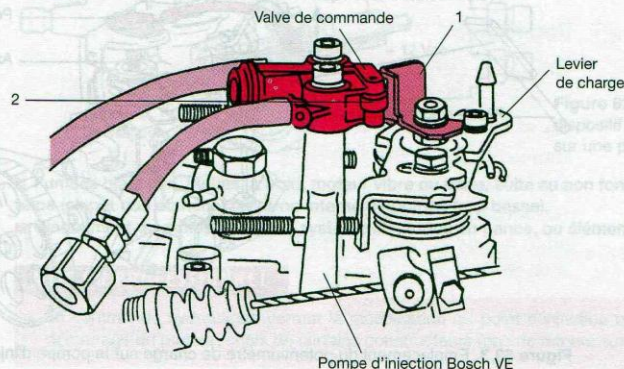

Figure 63.5. Valve de commande à dépression sur pompe distributrice Bosch type « VE » (Doc. Bosch)
- Levier de charge en position ralenti ou faible charge : distributeur ouvert (fig. 63.5).
- Levier en accélération (pleine charge) : distributeur fermé (la patte (1) vient déplacer le galet (2) et couper la communication entre la dépression et la valve EGR).